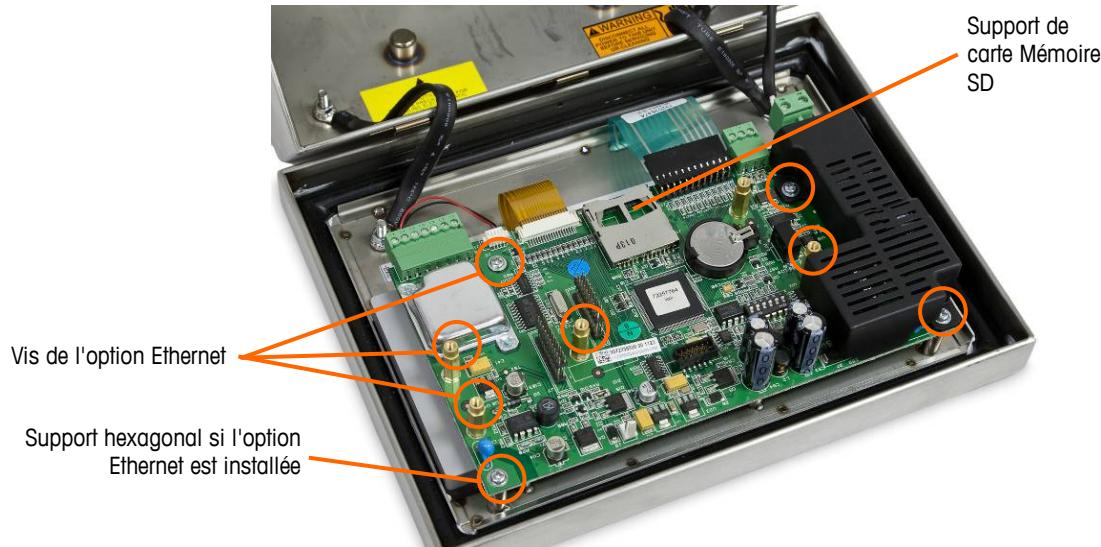

Figure 5-14 : Vis de montage de la carte principale, version analogique
1. Mettez hors tension le terminal et insérez la carte mémoire SD si elle n'est pas déjà installée. Reportez-vous à la Figure 5-14 pour l'emplacement de la carte mémoire SD.
1. Mettez le terminal hors tension et insérez la carte mémoire SD en copiant le fichier **246A0nn.hex** vers le logement de la carte mémoire SD de la carte principale. Reportez-vous à la Figure 5-14 pour l'emplacement de la carte mémoire SD.
6. Si une carte mémoire SD est installée, appuyez dessus pour la désolidariser du support et retirez-la, et conservez la carte devant être installée sur la carte principale de remplacement. Reportez-vous à la Figure 5-14 ou à la Figure 5-19 pour l'emplacement du logement de la carte mémoire SD.